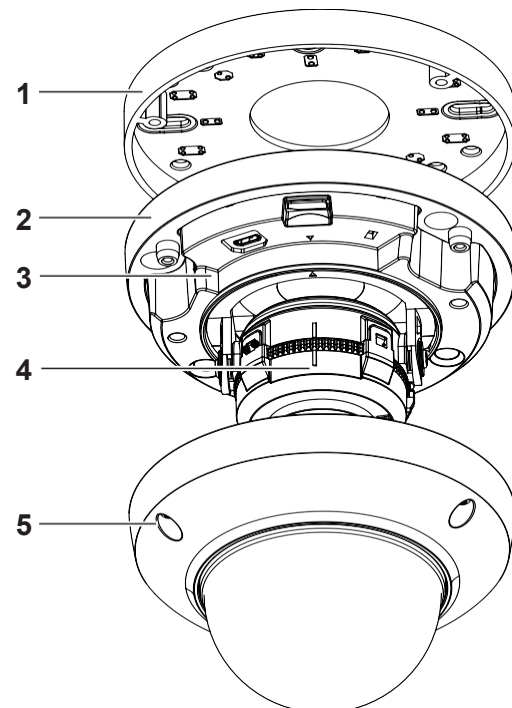

Figure 1
Composants de la caméra : Figure 1
4. Retirer les trois vis présentes sur le dôme de la caméra (5) (Figure 1) pour retirer la paroi du dôme de la base de la caméra.
- a. dans la fente d'entrée latérale de câble située sur la base de la caméra (2) (Figure 1).
- b. dans le trou passe-câble situé sur la plaque de montage (1) (Figure 1).
6. Placer la base de la caméra (2) (Figure 1) sur la plaque de montage de la caméra (1) (Figure 1) en veillant à ce que les trois trous situés sur la base de la caméra soient alignés avec les trois trous de la plaque de montage.
9. Remettre la paroi du dôme (5) (Figure 1) en place, puis fixer solidement le dôme à la caméra à l'aide des trois vis.